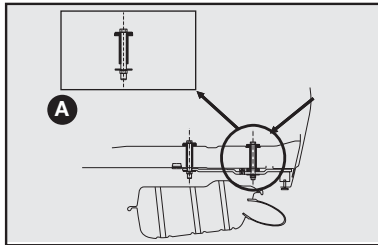

fig. 11
- Efetuar no veículo a furação com Ø (diâmetro) 11 mm traspassando o assoalho posterior (ver detalhe **A-fig. 11**) e a longarina nas marcas esquemáticas indicadas na **fig. 12**.